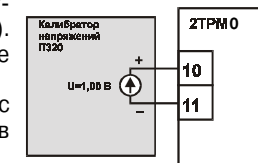

Рис. 7
5.1. Подключить к входу первого канала прибора вместо датчика калибратор напряжений ПЗ20, соблюдая полярность (рис. 7). Подать питание на прибор и установить на калибраторе выходное напряжение 1,00 В.